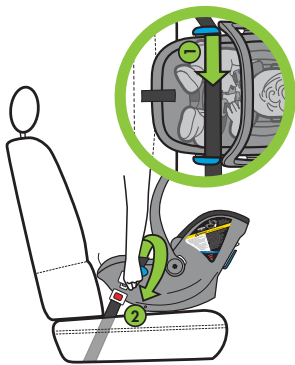

Figure 76b
- Faites passer la ceinture sous-abdominale du véhicule dans les deux guides de ceinture sous-abdominale bleus du véhicule et bouclez la ceinture du véhicule comme indiqué à la **Figure 76b**.